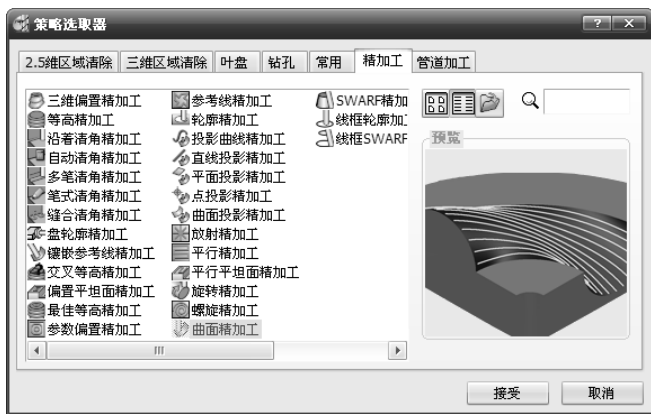

图 5-134 “策略选取器”对话框的“精加工”选项卡
1) 单击主工具栏上的“刀具路径策略”按钮, 弹出“策略选取器”对话框。单击“精加工”选项卡, 选择“曲面精加工”加工策略, 如图 5-134 所示。单击“接受”按钮。